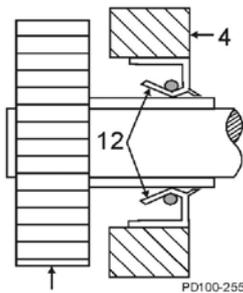

Abb. 64 Ausrichtung der Öldichtung
2. Drücken Sie die neue Öldichtung (Abb. 64, Pos. 12) in den Deckel des Getriebegehäuses (Pos. 4) bündig zur Außenfläche ein, wobei die Feder nach innen zeigt.